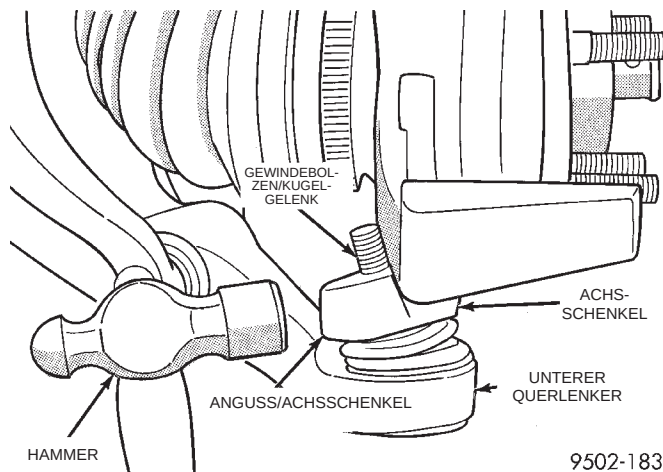

Abb. 68 Gewindebolzen des unteren Kugelgelenks vom Achsschenkel lösen
(13) Den Achsschenkel so drehen, daß seine Vorderkante so weit wie möglich zur Außenseite des Radkastens weist. Mit einem Hammer auf den Anguß des Achsschenkels (Abb. 68) schlagen, bis sich der Achsschenkel vom Gewindebolzen des unteren Kugelgelenks löst. **Beim Schlagen auf den Achsschenkel AUF KEINEN FALL gegen das Wärme-**